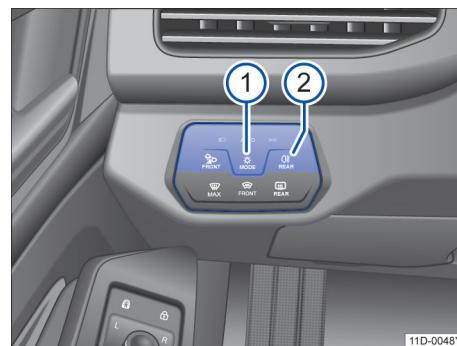

图 73 仪表板局部视图：灯光按钮
- 反复点击按钮 → 图 73①，直至相应的指示灯亮起。
- 打开后雾灯：按压按钮  →图 73②。按钮中的指示灯亮起。同时组合仪表中的指示灯  亮起黄色。